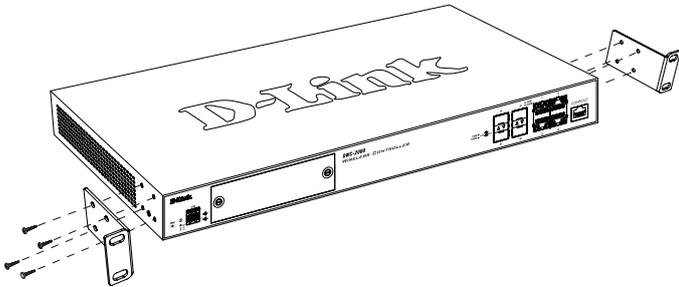

Figure 5. Supports de fixation
1. Montez les supports de montage de chaque côté du châssis comme indiqué sur la **Figure 5**, puis fixez-les à l'aide des vis fournies.